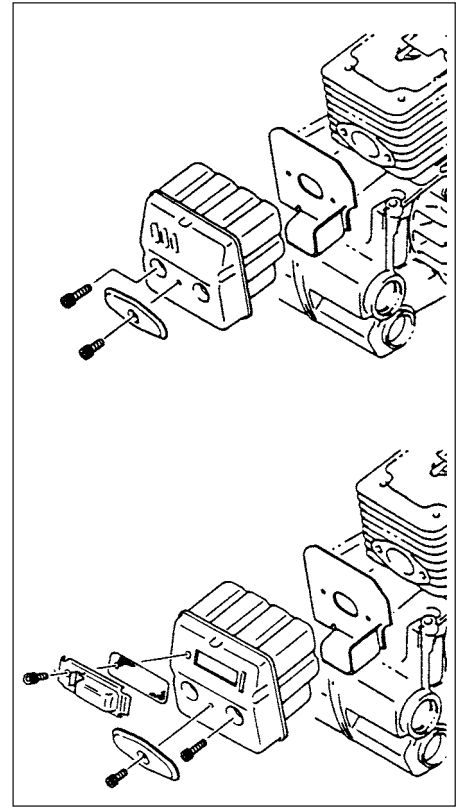

Fig.3-10
**Limpeza do silenciador (Fig. 3-10)**